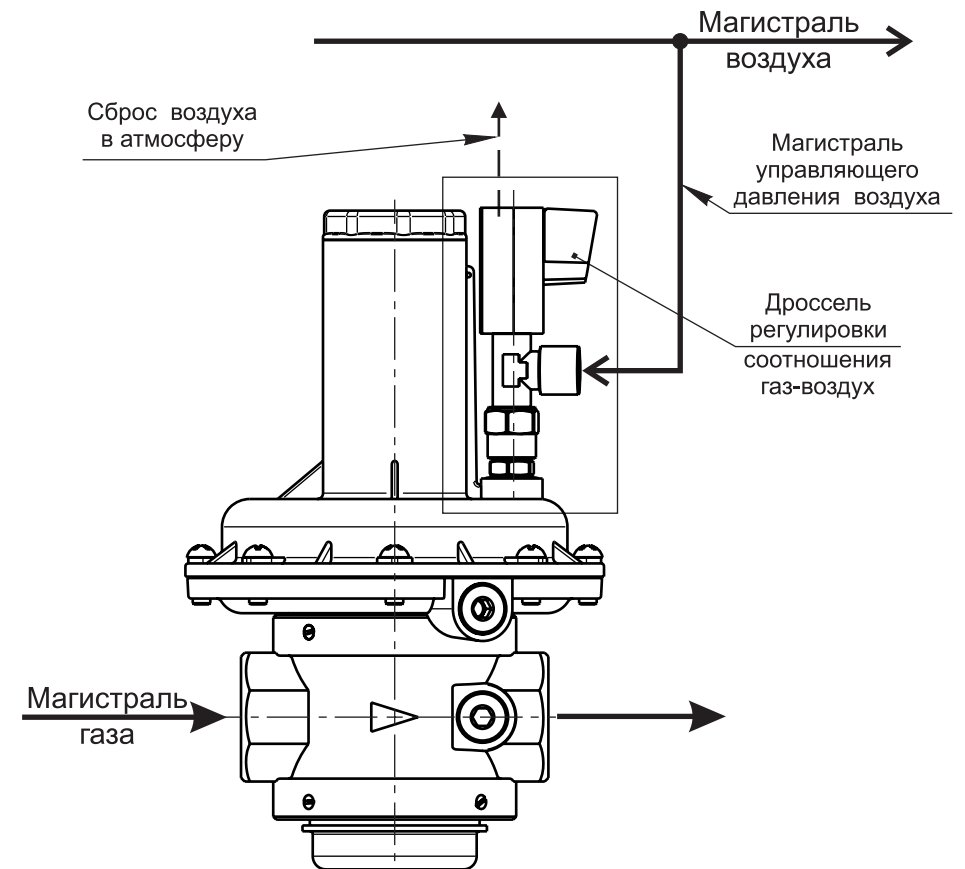

Рис. 2
4.2.6 Назначение присоединительных отверстий регулятора и дроссельного узла показано на рис. 2.